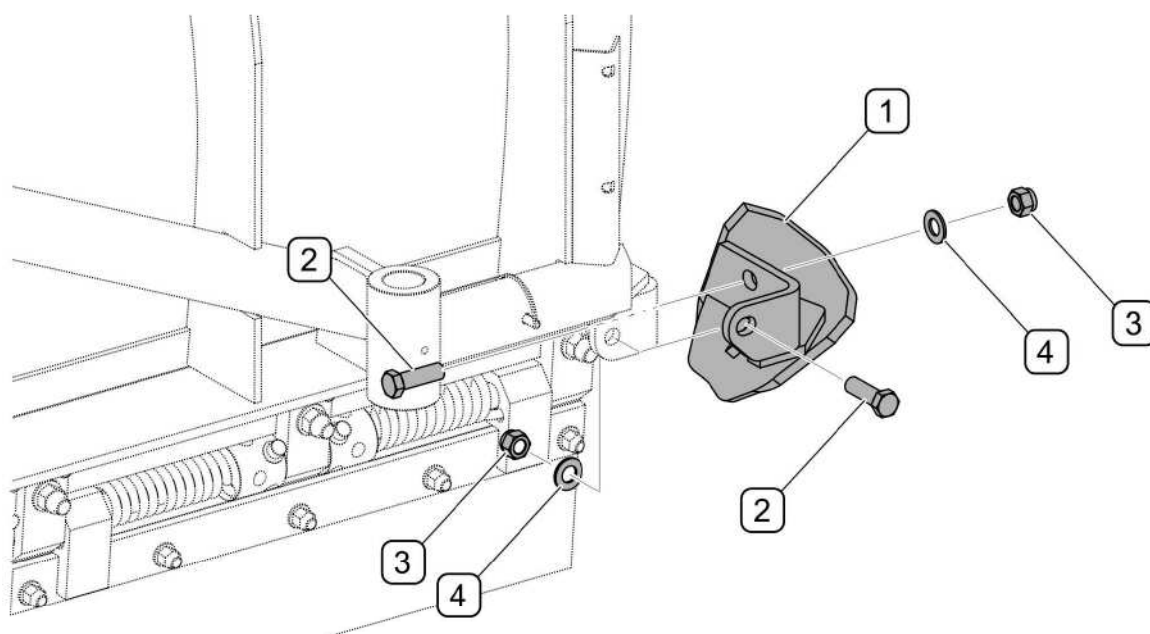

РИСУНОК 4.21 Монтаж отбойников
Опционально пług может быть оснащен отбойниками (правым и левым) для предохранения краев кромок отвалов при работе вблизи бордюров. Отбойники (РИСУНОК 4.21) крепятся к раме плуга при помощи болтов (2), шайб (4) и гаек (3). Способ монтажа правого и левого отбойников аналогичный.